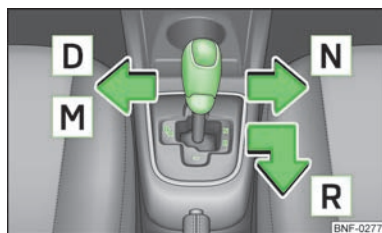

Fig. 72
- Tryk gearvælgeren til den fjedrede position i pilens retning » Fig. 72, og vælg position **D**.
- Flyt gearvælgeren mod højre » Fig. 72 i pilens retning til position **N**.